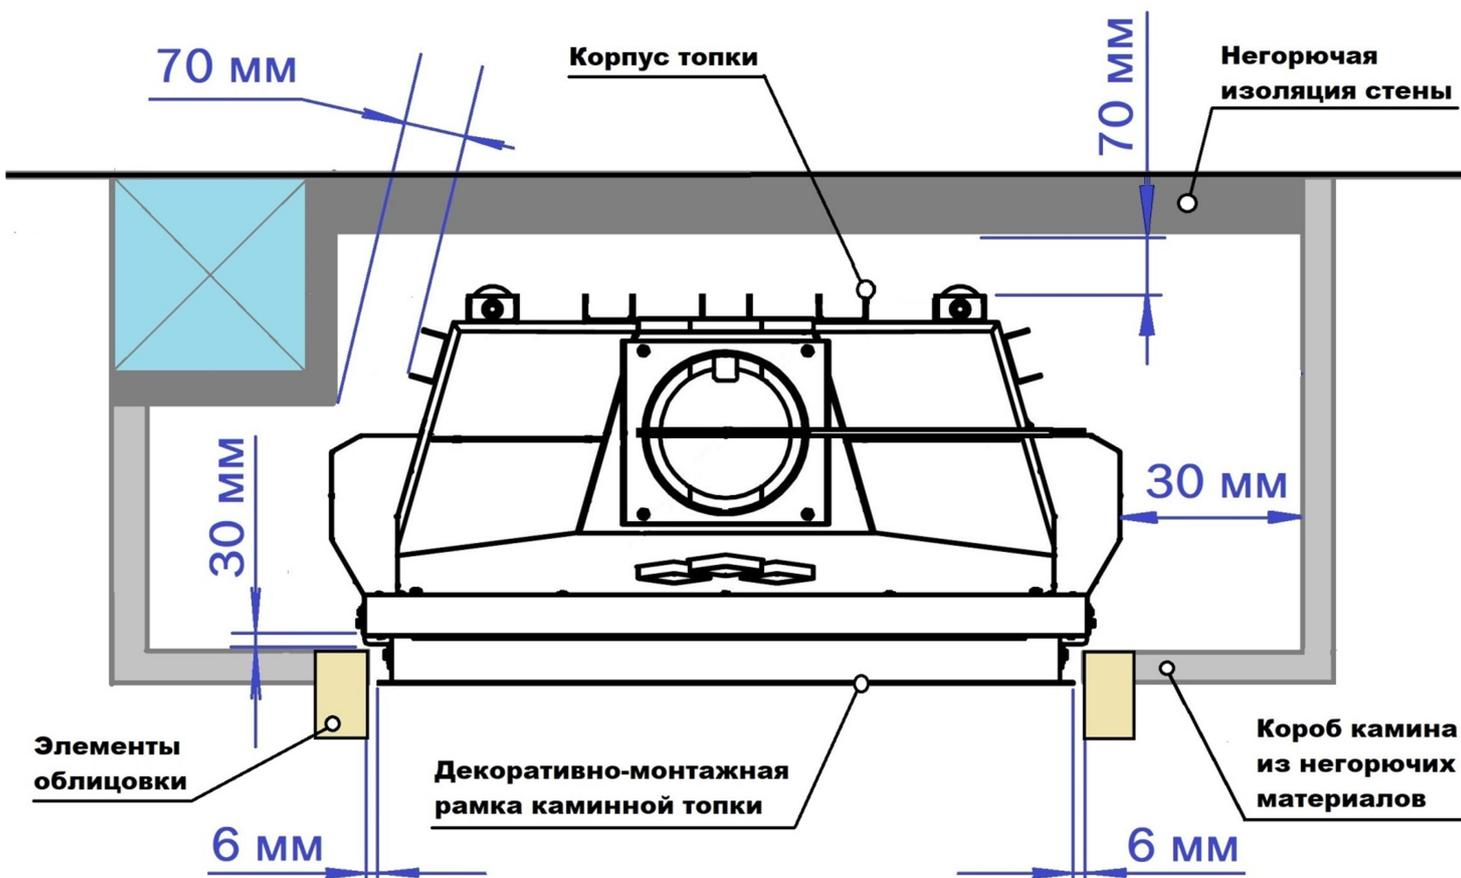

Рисунок 12. Минимальные расстояния от топki до материалов короба и облицовки.
- Между нагревающимися частями корпуса каминной топки и другими элементами камина, выполненными из материалов класса НГ (негорючие), должен быть соблюден воздушный зазор не менее 70 мм (См. рис. 12).